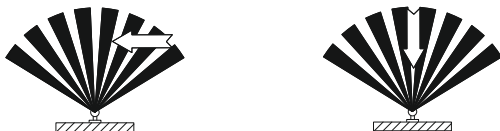

Рисунок 1 – Чувствительность датчиков движения
– наибольшую чувствительность датчик движения имеет, когда движущийся объект перемещается перпендикулярно лучам зоны обнаружения (рисунок 1);